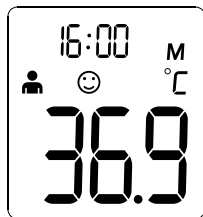

Ilustración 6
2. El termómetro guardará entonces automáticamente los 10 últimos valores de temperatura medidos. Con cada medición se guarda también la fecha, la hora y el modo operativo. Después de cada vez que se pulsa el **BOTÓN**  [símbolo] se muestran de forma consecutiva los 10 últimos valores, numerados de 1 a 10. Con el número 1 se visualiza el último valor medido, el número 10 muestra el valor memorizado por más tiempo (véase la ilustración 6).